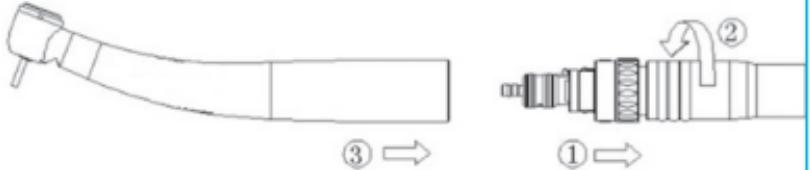

Fig. 6-9
- Die LED-Kupplung an den Turbinenschlauch schrauben (Abb. 6-9①).
- Den Schraubring des Turbinenschlauchs von Hand festziehen (Abb. 6-9②).
- Die Turbine präzise ausgerichtet an die LED-Kupplung anschließen, sodass sie hörbar einrastet (Abb. 6-9③).